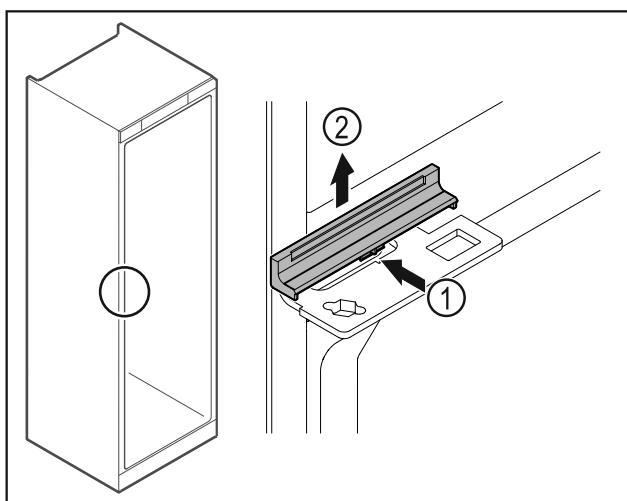

Fig. 48
- Zláhka zatlačte kryt Fig. 48 (1) v strede a odoberte ho nahor Fig. 48 (2).